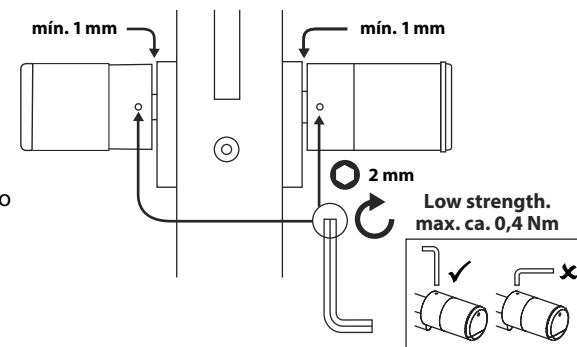

Fig. 10
- ⑦ Aparafuse os parafusos sem cabeça nos dois manipuladores (Fig. 10).